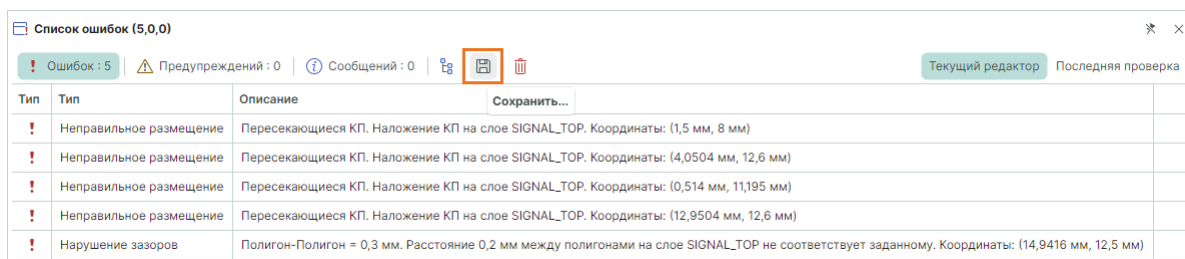

Рис. 609 Переход к выбору директории сохранения
1. Нажмите кнопку «Сохранить», см. Рис. 609.